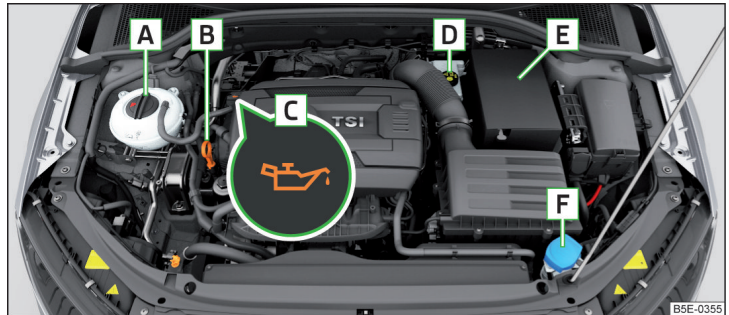

Abb. 195 Anordnungsbeispiel im Motorraum
- Den Deckel der Motoröleinfüllöffnung **C** abschrauben » Abb. 195 auf Seite 180.